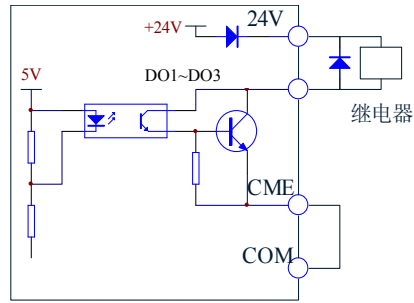

图 1-8 多功能输出端子接线方式1
1) 多功能输出端子D01、D02、D03可使用驱动器内部的24V电源，接线方式请参见图1-8。